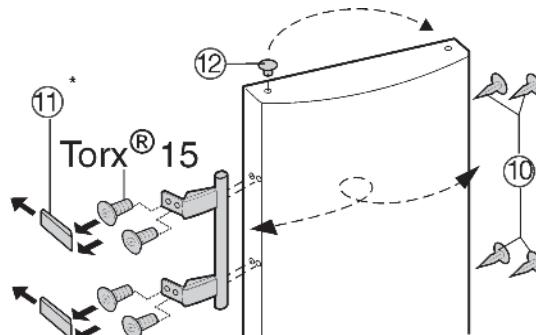

Рис. 6
- ▶ Выньте заглушку (рис. 6 (12)) из втулки подшипника двери и переставьте ее.
- ▶ Отсоедините ручку двери, заглушки (рис. 6 (10)) и прижимные пластины (рис. 6 (11)) и переставьте их на противоположную сторону.